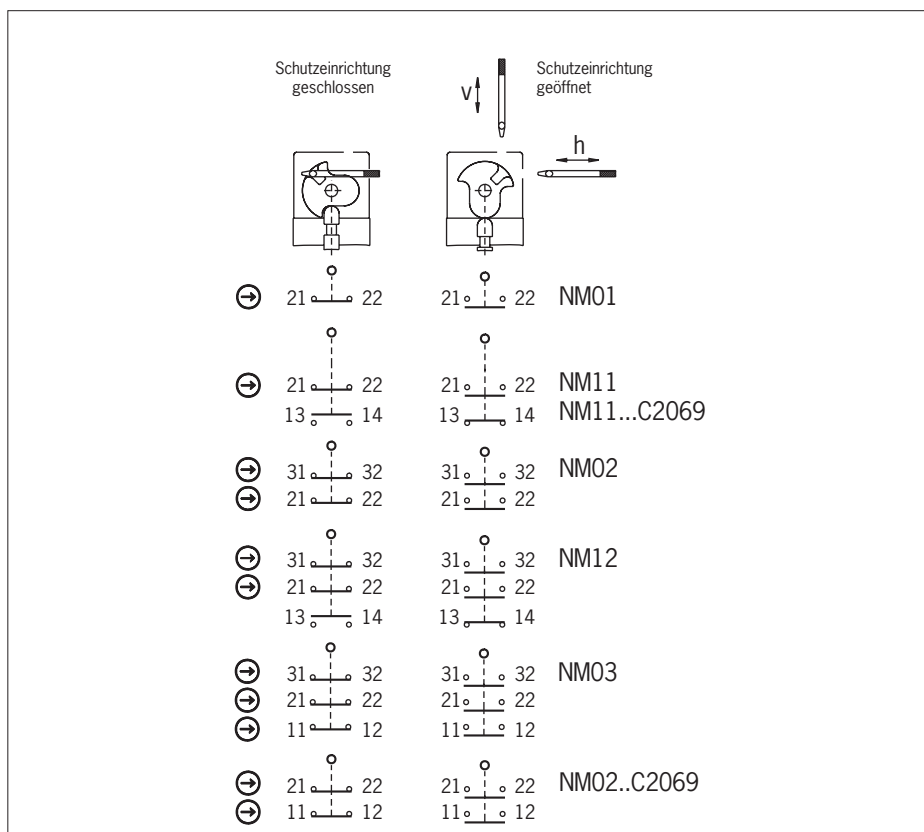

Bild 3: Schaltelemente und Schaltfunktionen
Es muss mindestens ein Kontakt \ominus verwendet werden. Dieser signalisiert die Stellung der Schutz-einrichtung (Kontaktbelegung siehe Bild 3).
3. Anschließen und Klemmen mit 0,5 Nm anziehen (Kontaktbelegung siehe Bild 3).